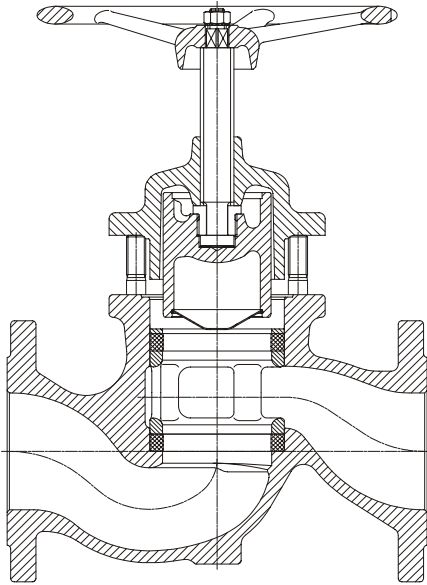

Fig.2
- Tourner légèrement le chapeau (repère 2) de manière à ce que la bride de chapeau vienne prendre appui sur les goujons (repère 19) et tourner le volant dans le sens anti-horaire (ouverture) jusqu'à ce que le piston (repère 4) soit complètement dégagé de la rondelle d'étanchéité supérieure (repère 14) - **voir Page 10 Fig.2**